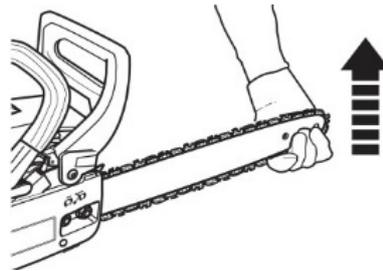

Fig. 10
- 2) Relevez la pointe du guide (13) et conservez cette position pendant le réglage de la tension (Fig. 10).